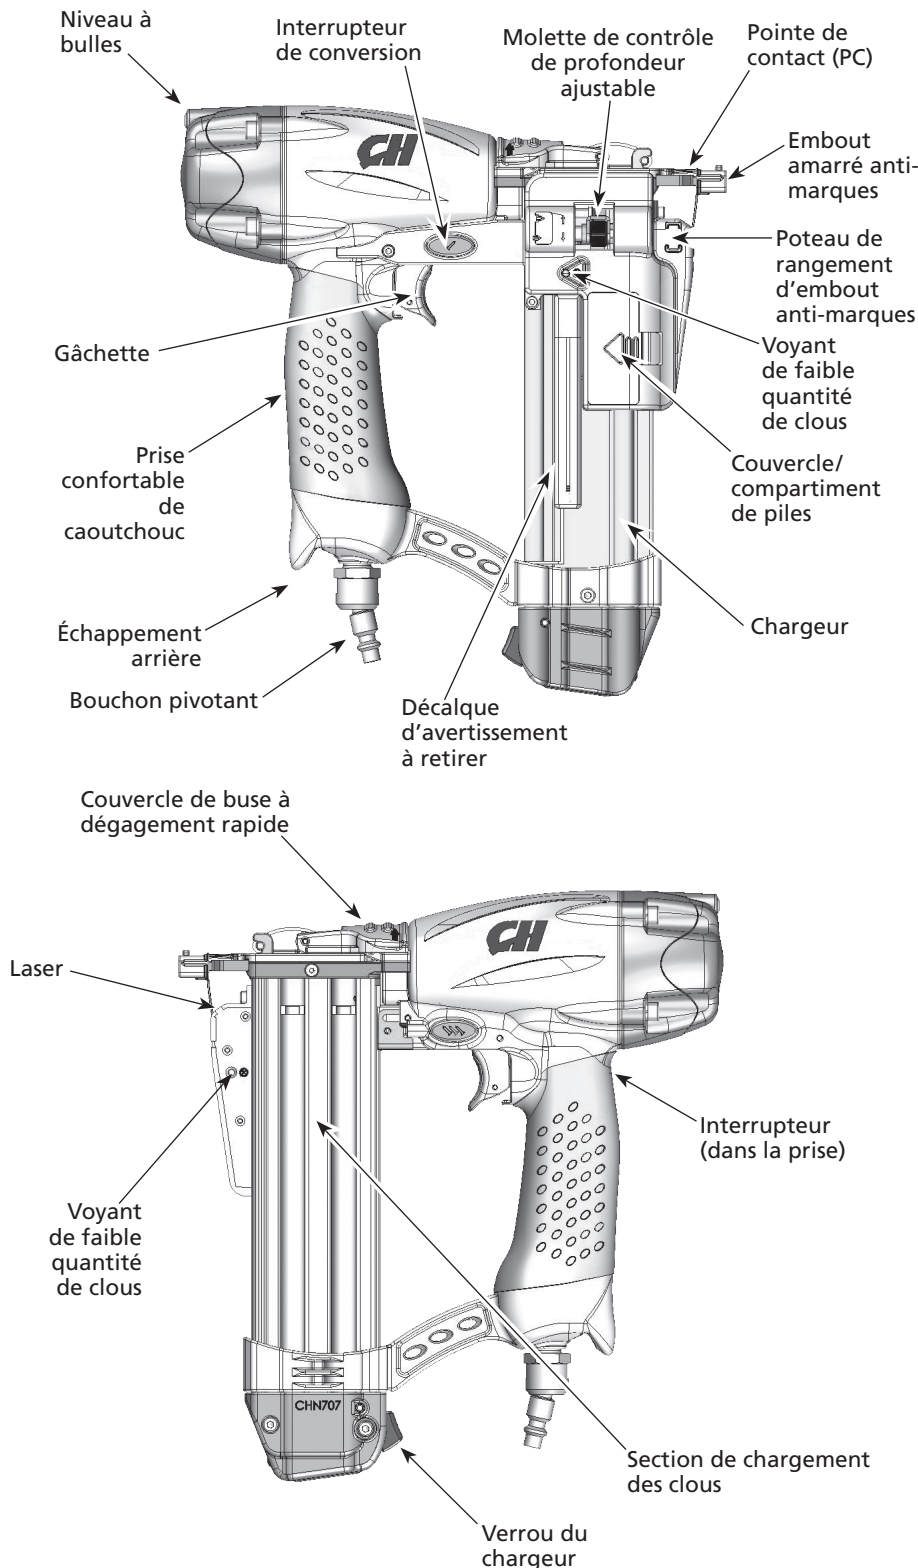

Figure 6 - Composants de cloueuse de pointes de vitrier/agrafeuse
**RACCORD RAPIDE** — Un coupleur rapide conçu pour fonctionner en combinaison avec un bouchon rapide pour joindre facilement et rapidement un outil pneumatique en tuyau à air (*Voir Figure 6*).